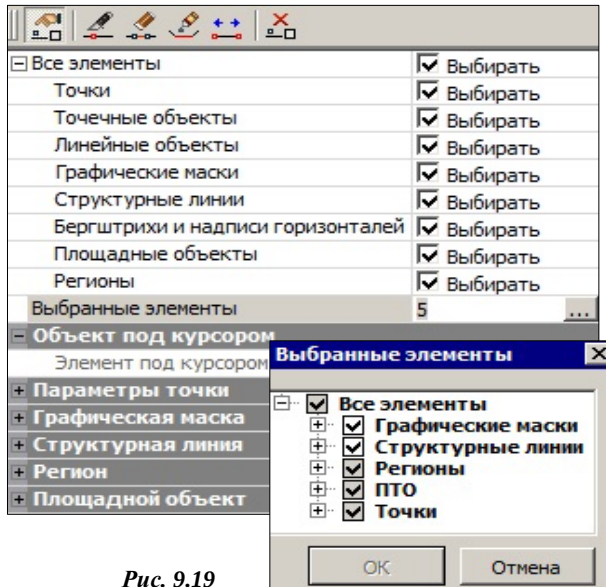

Рис. 9.19
На будущий выбор можно повлиять, убирая или устанавливая флажки для определенного типа данных в окне параметров (рис. 9.19).
Выбранные объекты заносятся в перечень, который можно открыть в строке **Выбранные элементы** и исключить выбор отдельных объектов или групп, используя флажки для каждой строки списка (рис. 9.19).
Методы редактирования располагаются на локальной панели инструментов окна параметров (рис. 9.19).
- В окне параметров формируются группы параметров по каждому типу из числа выбранных объектов (рис. 9.19).